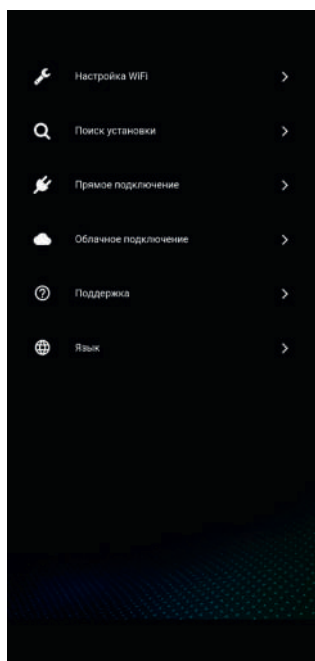

Рис. 3
- 5) Зайдите в приложении в меню «Настройки Wi-Fi» (Рисунок 3)